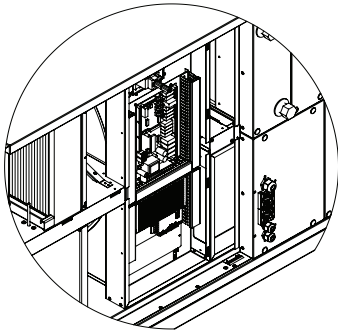

Abb. 15
- Öffnen Sie die linke Tür und entfernen Sie die Blende des Klemmkastens. (s. Abb. 15).
- Nur für RotoK1000H, RotoK1700H: Zuerst die Deckel der Kabelkanäle entfernen, dann werden die Verbindungen der unteren Steuerungsplatine gelöst und anschließend auch die Steuerungsplatine entfernt. (s. Abb. 15)